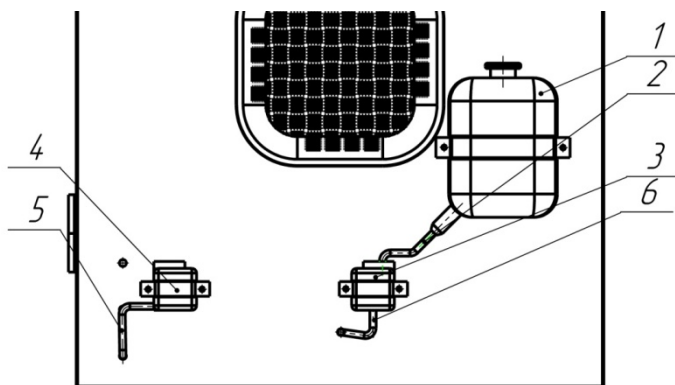

Рис. 1
5.3. Заполните теплой водой основной бачек влажности (поз. 1. Рис. 1) и питатель датчика влажности (поз. 4. Рис. 1).
Работа механизма подачи воды в ёмкость для увлажнения работает по принципу сообщающихся сосудов. Основной бачок полностью герметичен (за счёт разницы атмосферного давления и давления в основном бачке) при условии что шланг (поз. 2 Рис. 1) находится ниже уровня воды в бачке (поз. 3 Рис. 1). При снижении уровня воды в ёмкости для увлажнения происходит снижение уровня воды в бачке (поз. 3 Рис.1) что приводит к тому что шланг (поз. 2 Рис. 1) оказывается выше уровня воды в бачке и как следствие разгерметизации основного бачка через шланг (поз. 2 Рис. 1) (происходит выравнивание давления в основном бачке с атмосферным) в результате чего происходит долив воды в бачок (поз. 3 Рис. 1). Поэтому несоблюдение последовательности операций при доливке может привести к утечке воды из основного бачка.